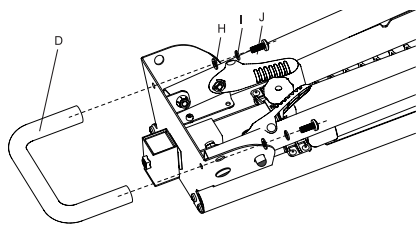

Fig. 2 – Montagem da alça
2. Monte a alca na estrutura principal com 2 parafusos M8 x 14 mm e com as arruelas 8 mm e arruelas de pressão 8 mm. Aperte com firmeza (Fig. 2).